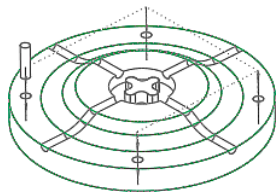

图 10.1.32 刀具路径
Step2. 单击“播放路径”对话框中的  按钮，观测刀具的行走路线，结果如图 10.1.32 所示。单击  CL 数据 栏可以打开窗口查看生成的 CL 数据，如图 10.1.33 所示。